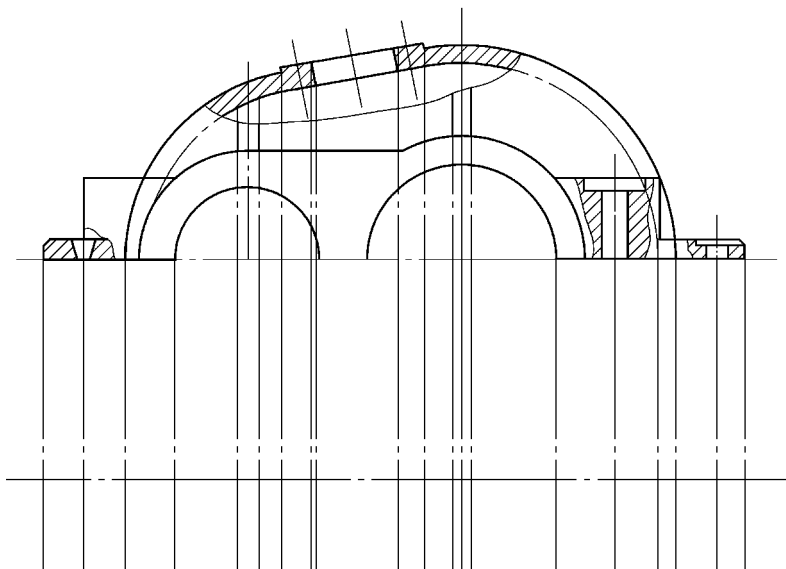

图 11-64 绘制俯视图中心线及辅助线
13) 切换至中心线层, 绘制定位辅助线, 如图 11-64 所示。